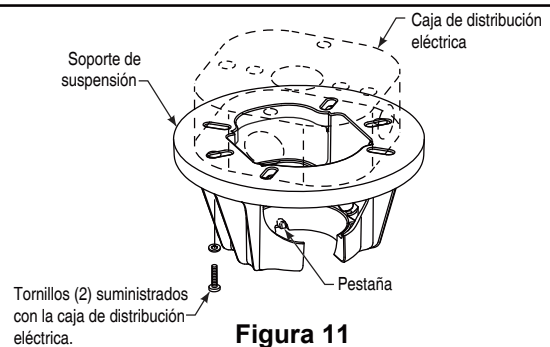

Figura 11
1. Fije bien la abrazadera para colgar a la caja de salida con los tornillos y las arandelas provistas con la caja de salida. (Figura 11)